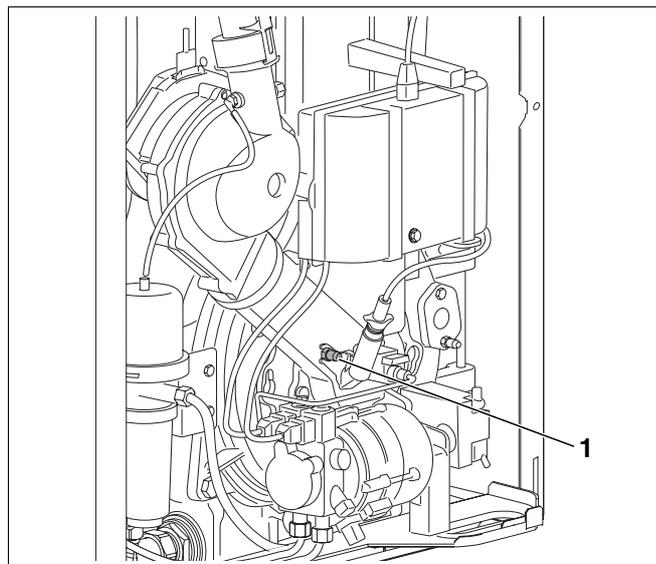

Fig. 46 Misurare la pressione statica del ventilatore
- Aprire il nippel di misurazione (fig. 46, **pos. 1**) della pressione statica del ventilatore nell'involucro del bruciatore.
- Collegare l'apparecchio per la misurazione della pressione statica del ventilatore al nipplo di misurazione della pressione (fig. 46, **pos. 1**) dell'involucro del bruciatore.